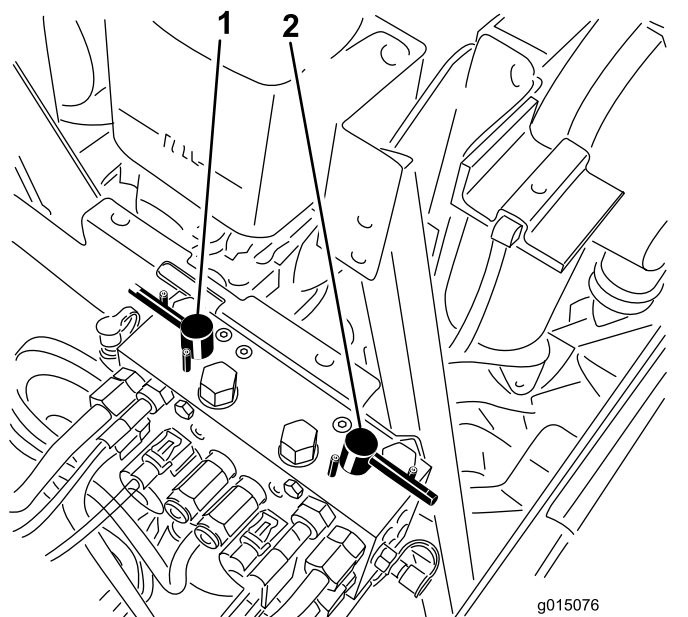

Figure 120
4. Sélectionnez les leviers de rodage avant, arrière ou les deux pour déterminer les unités qui doivent être rodées (Figure 120).